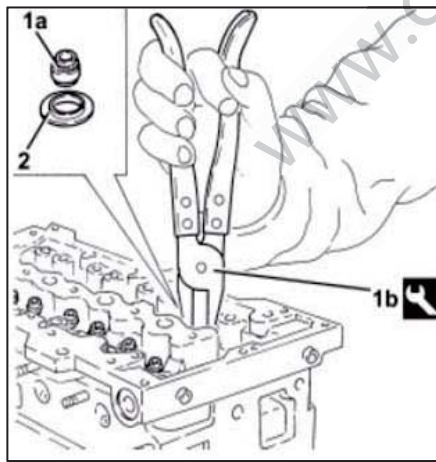

图 3-4
6、如图 3-4，每次拆卸气门，均需更换新的气门油封总成（2、1a），用夹钳将气门油封拔出（1b）。